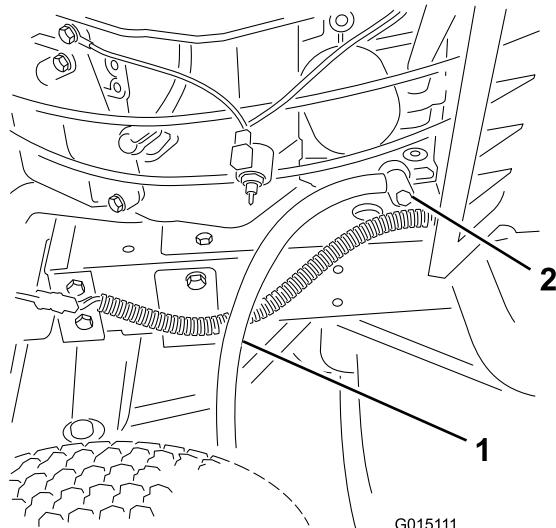

Figure 18
6. Placez un bac de vidange sous le bouchon de vidange d'huile, insérez le tube de vidange sur le bouchon de vidange et ouvrez celui-ci en tournant l'écrou d'extrémité dans le sens antihoraire (Figure 18).